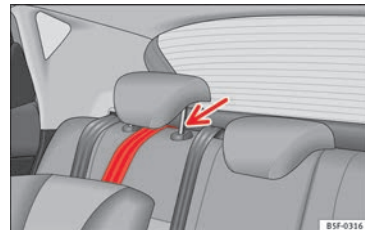

Bild 34 Förankringsbälte: korrekt justering och montering.
- För bältet under baksätets nackskydd » **bild 34** (lyft nackskyddet vid behov).